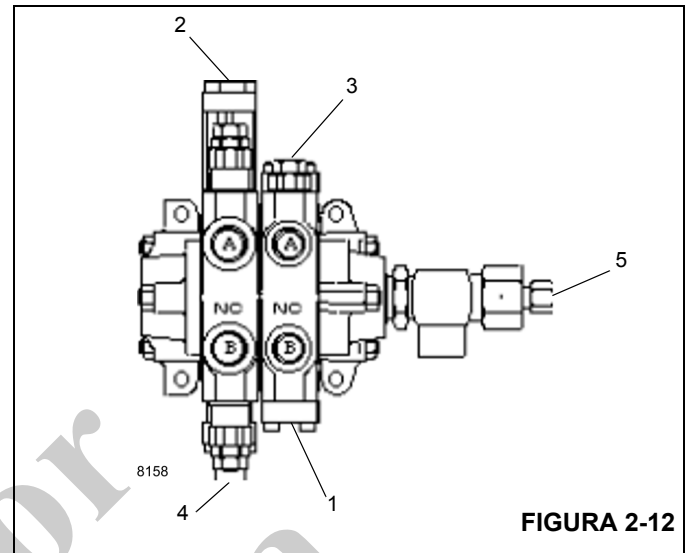

FIGURA 2-12
1. Instale el acoplador de desconexión rápida para diagnóstico con manómetro en la boquilla de la lumbrera de prueba de entrada de la válvula de giro (5, Figura 2-12).
2. Haga funcionar el motor a aceleración máxima y gire el volante de la dirección hacia la izquierda o la derecha hasta que tope y sosténgalo en esa posición. Revise la presión y ajuste la válvula de alivio (3, Figura 2-12) a 172 ±4 bar (2500 ±50 psi).